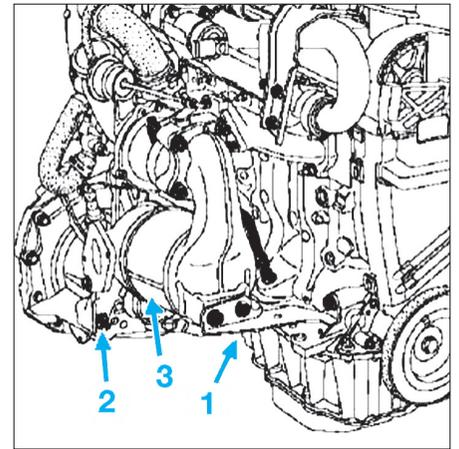

FIG. 6
- la bécille (1) entre le catalyseur et le bloc-cylindres côté distribution (Fig.6).